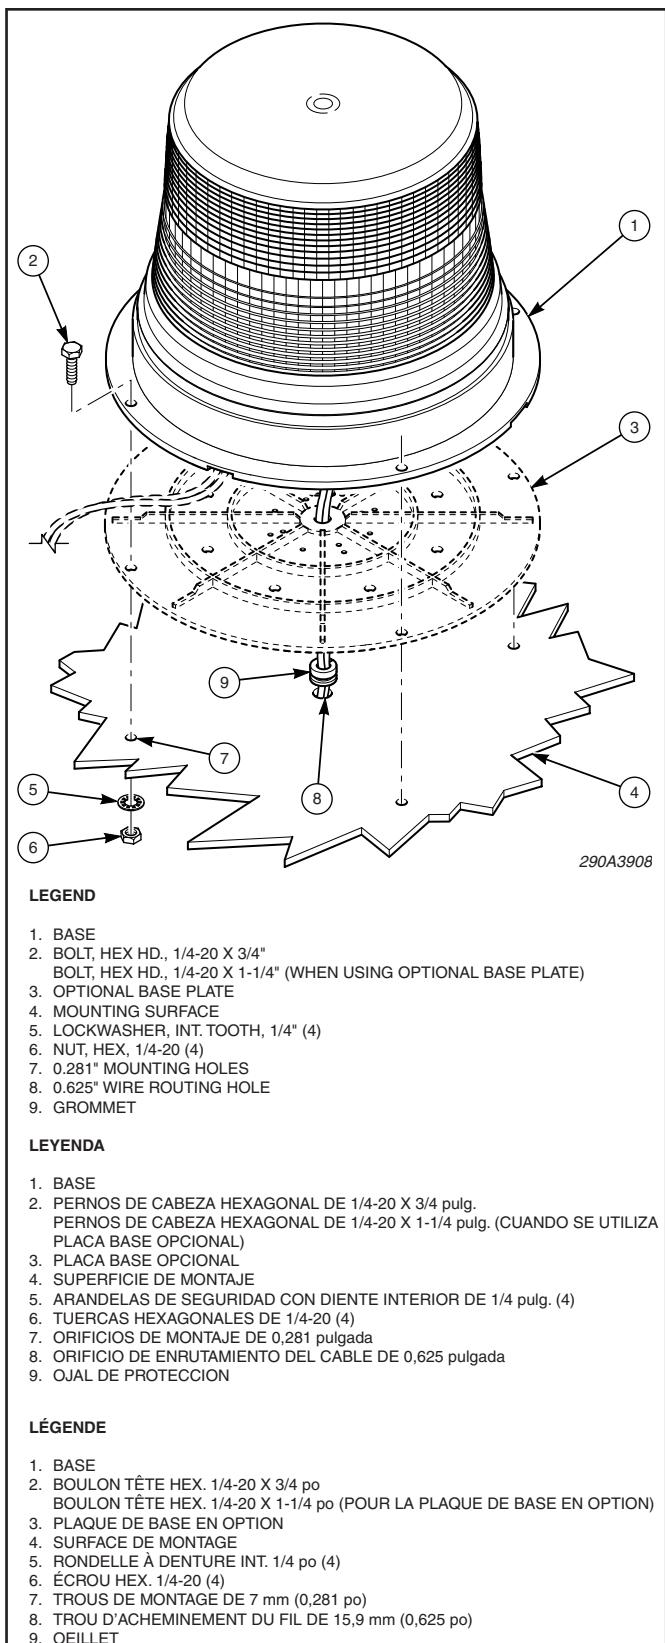

Figure 1. /Figura 1. /Figure 1.
4. Consultez la figure 1. Le cas échéant, faites passer le fil rouge et noir d'un calibre de 18 AWG (minimum) fourni par l'utilisateur à travers le trou d'acheminement ou à travers l'encoche située sur le support de fixation.
7. Fixez le dispositif sur la surface de montage à l'aide des boulons 1/4-20 de taille adéquate, des rondelles d'arrêt et des écrous comme le montre la figure 1.